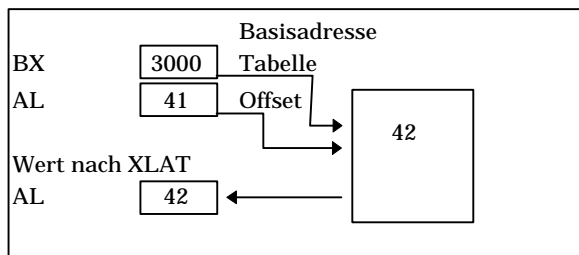

Bild 3.17: Translate Code per XLAT-Befehl
liest den durch BX+AL adressierten Tabellenwert und gibt diesen im Register AL zurück. Wichtig ist aber, daß vor Benutzung der Anweisung das Register BX mit der Anfangsadresse der Tabelle und AL mit dem zu konvertierenden Zeichen geladen wurde. Der Befehl ist allerdings auf die Bearbeitung von Tabellen mit maximal 255 Byte begrenzt. Die Flags des Prozessors werden bei der Ausführung von XLAT nicht verändert. Bild 3.17 gibt die Wirkungsweise des Befehls schematisch wieder.
Das Register BX dient als Zeiger auf eine Tabelle mit 255 Einträgen (Bytes). Als Segment wird dabei das Datensegment benutzt. Der Inhalt des Registers AL bezeichnet den Offset in die Tabelle. Der XLAT-Befehl liest den durch BX+AL adressierten Tabellenwert aus dem Datensegment (DS) und speichert diesen im Register AL. In Bild 3.17 wird der Wert 41H aus AL durch den Tabellenwert 42H ersetzt.